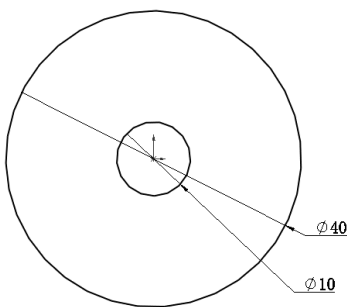

图 4-149 绘制并标注草图 1
**02** 绘制草图 1。在左侧的“FeatureManager 设计树”中用鼠标选择“前视基准面”作为绘制图形的基准面。单击“草图”控制面板中的“圆”按钮，绘制并标注草图，如图 4-149 所示。